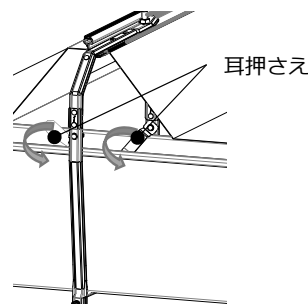

図.4 耳押さえ部の旋回(固定)
- 3) 最後に、のきとい耳押さえ部2ヶ所を垂直(下向き)に旋回させのきといを固定します。 図.4